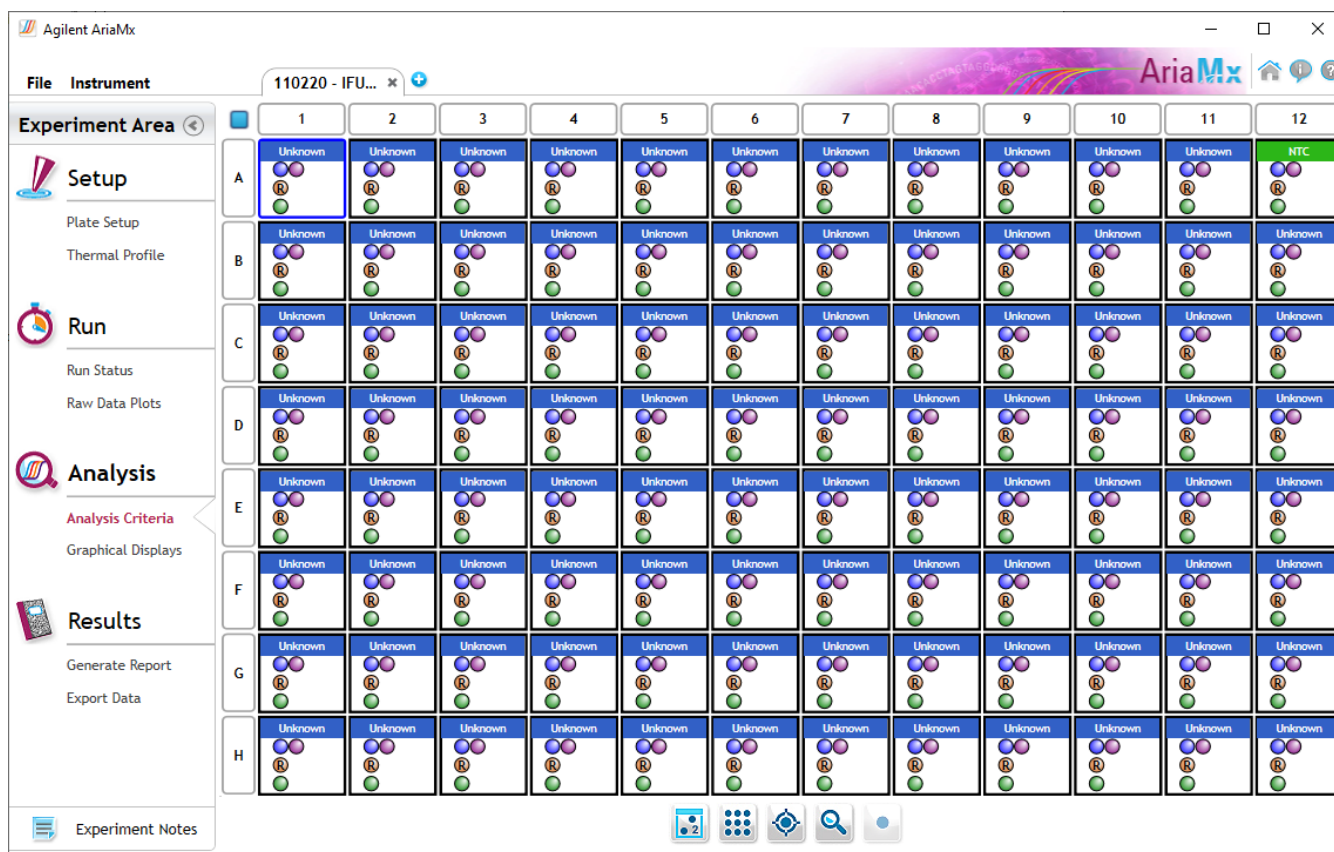

Figura 19 Pantalla Aria Analysis Criteria
- 3 Asegúrese de que todos los pocillos, tipos de pocillos y dianas estén seleccionados para el análisis, como se muestra en **Figura 19**.